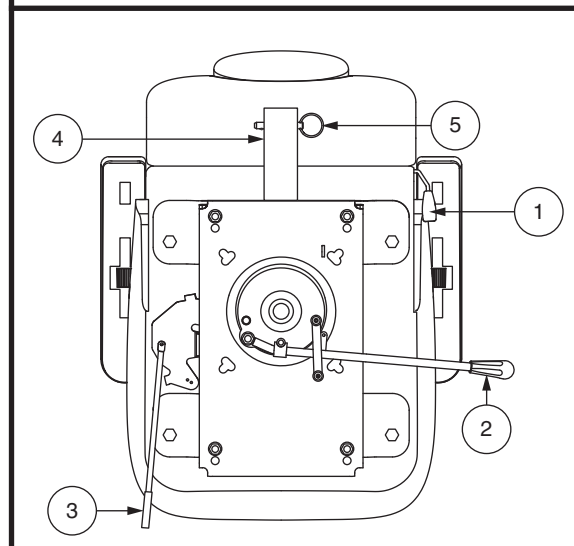

Abb. 19. Sitzeinstellungen
Um die verstellbare Rückenlehne einzustellen, befolgen Sie diese Schritte. **Siehe Abb. 19.**
1. Zum Entriegeln des Sitzes den Sitzverschluss je nach Sitztyp entweder nach oben ziehen oder nach vorne schieben. **Siehe Abb. 19.**
1. Drehen Sie den Hebel zur Verstellung der Sitzposition nach aussen. **Siehe Abb. 19.**
Der Armlehnenwinkel Ihres Fahrzeug kann nach oben oder nach unten verstellt werden durch das Drehen der Armlehnenwinkel Einstellung. **Siehe Abb. 19.** Drehen Sie das Einstell für die Armlehne nach links, um den Armlehnenwinkel zu verringern, oder nach rechts, um den Armlehnenwinkel zu erhöhen.
Die Zubehörhalterung am Heck ermöglicht es Ihnen, persönliche Zubehörkomponenten wie Korb, Gehhilfe oder Sauerstofftank hinter dem Fahrzeug anzubringen. Verwenden Sie den Sicherungsstift, um das Zubehörteil sicher an der Halterung zu befestigen. **Siehe Abb. 19.** Für weitere Informationen wenden Sie sich an Ihren Vertragshändler.
1. Schloßzunge in das Schloßteil stecken, bis der Schnellverschluß hörbar einrastet. **Siehe Abb. 19.**